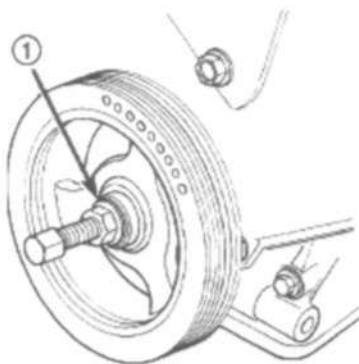

Рис. 72 Установка гасителя вибрации коленчатого вала.
- (1) Установить гаситель вибрации коленвала при помощи болта М12 1.75 x 150 мм, шайбы, упорного подшипника и гайки из приспособления 6792 (Рис. 72).
- (2) Установить болт крепления гасителя вибрации и затянуть моментом 142 Н·м.
- (3) Установить ремни привода вспомогательного оборудования (см. п.7 - ОХЛАЖДЕНИЕ/ ПРИВОД ВСПОМОГАТЕЛЬНОГО ОБОРУДОВАНИЯ/ РЕМНИ ПРИВОДА - УСТАНОВКА).